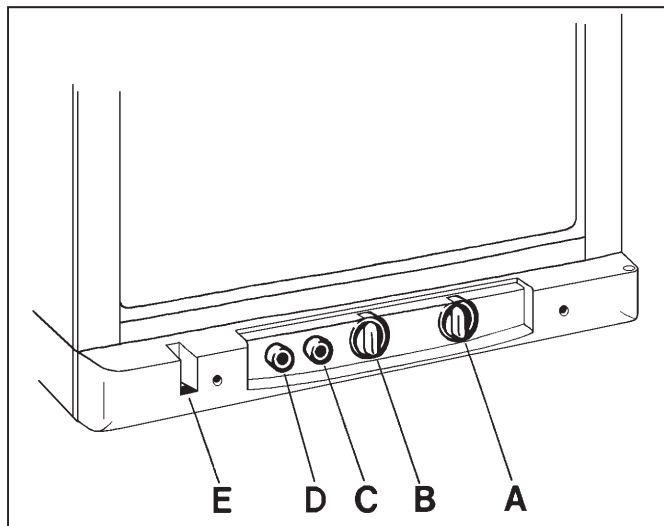

FIG. 1
Kylskåpet kan drivas med antingen 230 V eller gasol. Växlingen mellan dessa sker med hjälp av kontroller, placerade enligt fig. 1.
Alla hänvisningar gäller fig. 1.
Alla hänvisningar gäller fig. 1. Det tar några timmar för kylskåpet att uppnå normal driftstemperatur. Därför är det lämpligt att starta det i god tid och om möjligt lägga in förkylda matvaror. Kylskåpet är termostatreglerat och termostatratten (B) bör normalt ställas in på 3-5. Om högre kyleffekt önskas, ställer man den på ett högre värde.